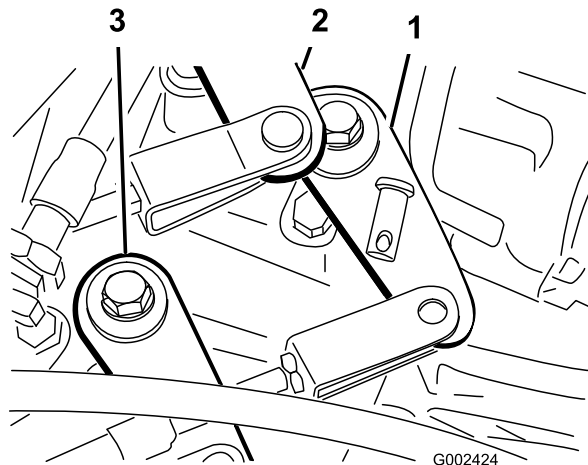

Figura 50
2. Togliete i perni che fissano i cavi ai bracci del cambio del transaxle (Figura 50).